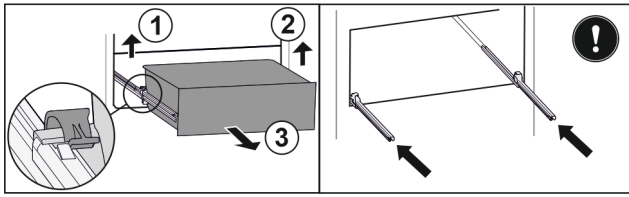

Fig. 209
- ▶ 提起左侧夹子，同时将抽屉左侧向前拉。 Fig. 209 (1)
- ▶ 提起右侧夹子，同时将抽屉右侧向前拉。 Fig. 209 (2)
- ▶ 朝前取出抽屉。 Fig. 209 (3)